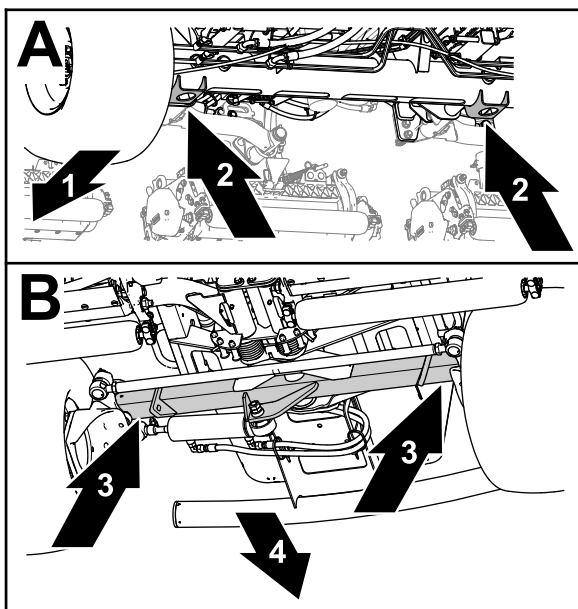

Figure 72
- Avant – supports de cric du tube d'essieu avant (Figure 72).